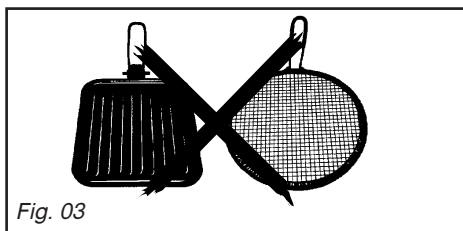

Fig. 03
– N'utilisez pas de récipients qui recouvrent partiellement les manettes (Fig. 03).